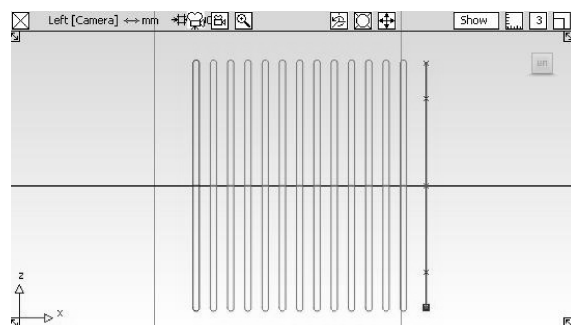

图 3-79 手电筒纹样面
- 27 单击对话框右下方的【Go】按钮, 完成手电筒筒身纹样面创建。如图 3-79 所示。